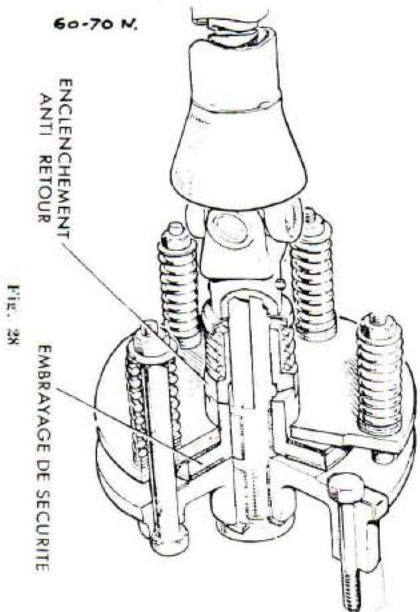

Fig. 28
- Un débrayage à friction, réglé de façon à patiner si un effort excessif est demandé à la machine. Eviter de modifier inconsidérément la tension des ressorts (fig. 28).